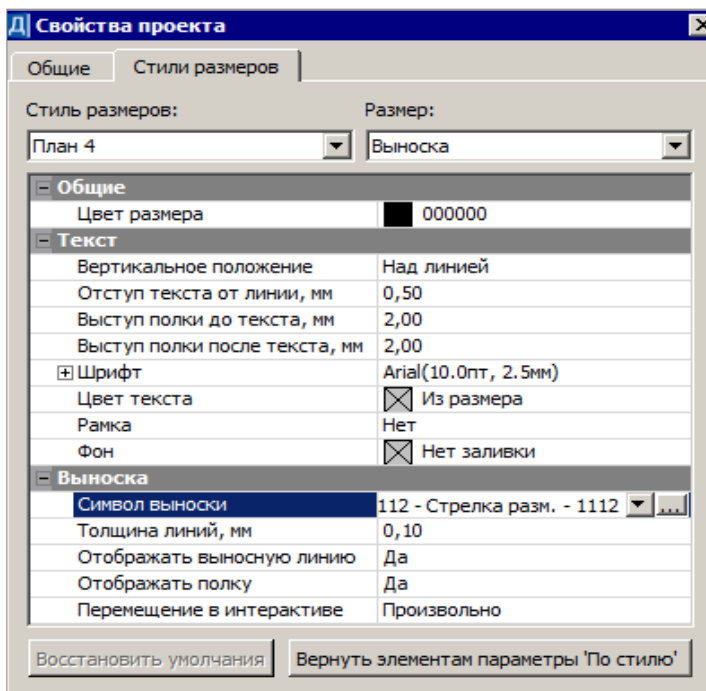

Рис. 12.15
- **Подпись на выноске.** Это размер, параметры которого заданы через стиль **План 4/ Выноска**. Их можно изменить при помощи команды контекстного меню для проекта ОДД **Свойства проекта** на вкладке **Стили размеров** (рис. 12.15).